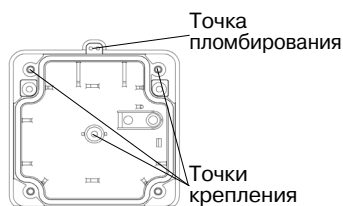

Рисунок 1
4.1 ИПР-Ех устанавливается на вертикальную поверхность, на высоте 1,4–1,6 м от уровня земли или пола. Крепеж извещателя осуществляется через отверстия (см. рисунок 1).
4.2 Конструкции предусмотрена возможность пломбирования крышки извещателя (см. рисунок 1).